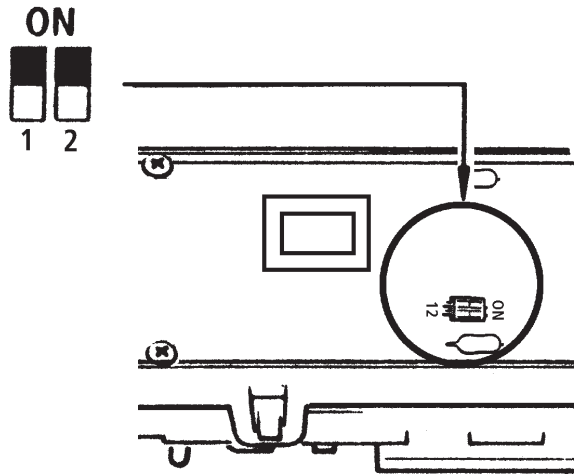

Fig. 6
1. Reinigung der Radstromkontakte: Radstromkontakte können auf unsauberen Schienen leicht verschmutzen. Entfernen Sie **vorsichtig** mit einem kleinen Pinsel **den Schmutz** an den in Fig. 6 gekennzeichneten Stellen.
1. Cleaning of wheel contacts: Wheel contacts easily get dirty on tracks which are not entirely clean. Use a small brush to **remove dirt** from spots marked in Fig. 6.
1. Nettoyage des lames de courant aux roues: Les lames de contacts risquent de s'encrasser rapidement sur des voies poussiéreuses. Veuillez **enlever la poussière** aux endroits marqués à la Fig. 6 à l'aide d'un petit pinceau souple.